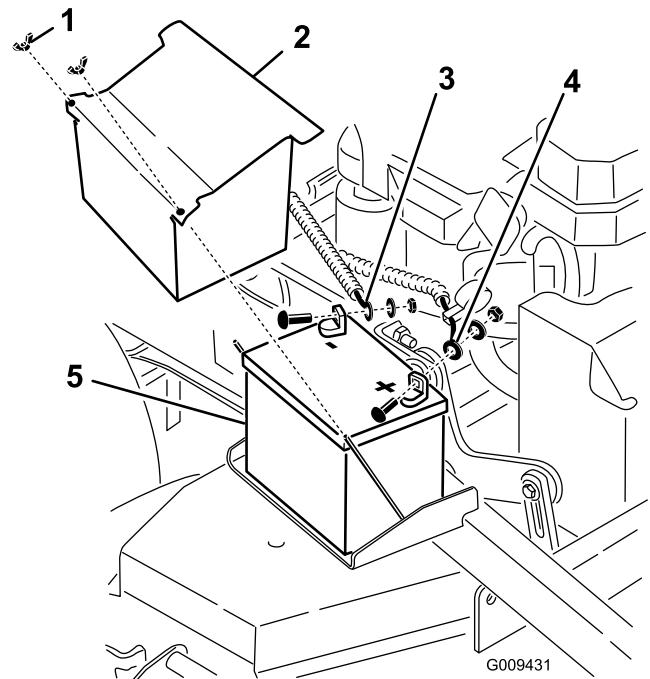

Bild 52
4. Klemmen Sie zunächst das Minuskabel vom Minuspol (–) der Batterie ab (Bild 52).
6. Klemmen Sie das Pluskabel (rot) der Batterie ab (Bild 52).
7. Entfernen Sie die Batteriebefestigungsplatte (Bild 52) und nehmen Sie die Batterie heraus.
1. Setzen Sie die Batterie in die Maschine (Bild 52).
3. Klemmen Sie zunächst das Pluskabel (rot) am Pluspol (+) der Batterie mit einer Mutter, Scheibe und Schraube an (Bild 52).
5. Klemmen Sie das Minuskabel und Erdkabel am Minuspol (–) der Batterie mit einer Mutter, Scheibe und Schraube an (Bild 52).